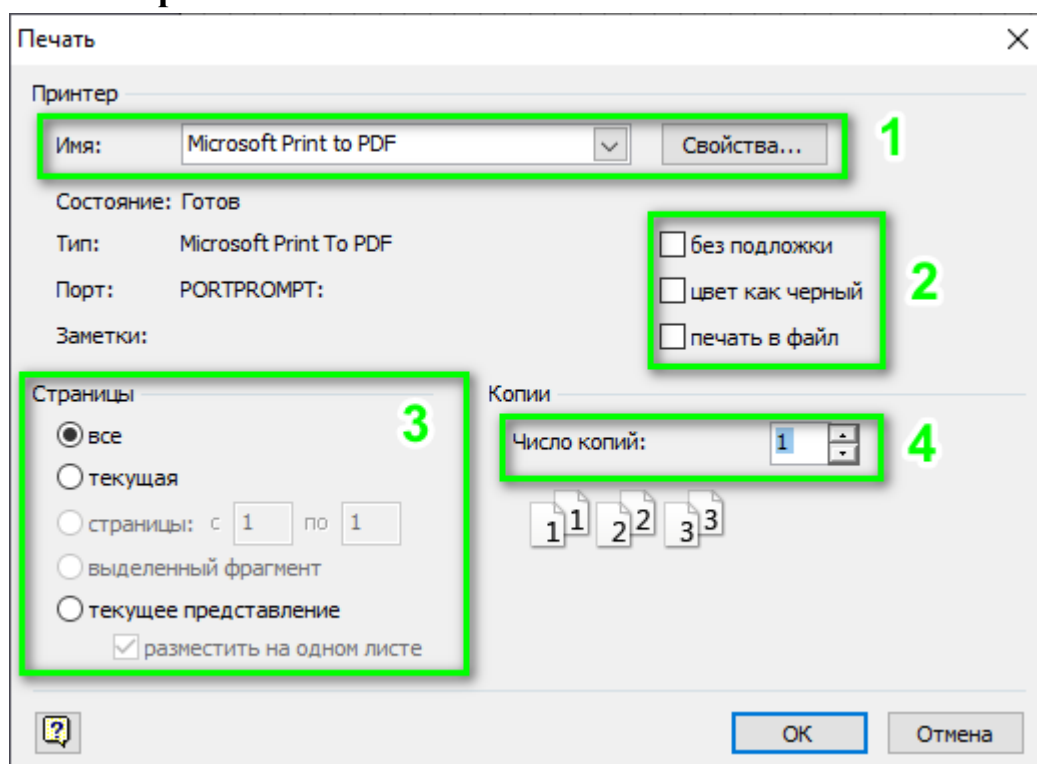

Рисунок 190 - Команда «Печать...» меню «Файл»
После использования команды будет открыто окно «Печать» (рис. 190)
Во-первых, он может выбрать принтер, который требуется использовать для печати. Это может быть один из подключенных к устройству принтеров (в том числе сетевых) или какой-либо программный принтер. Например, как это показано на изображении рис. 190 (1), PDF-принтер позволяющий сохранить схему в файл формата pdf (Visio 2007 этого не умеет). Здесь же пользователь
Во-вторых, пользователь может указать некоторые дополнительные свойства печати (рис. 190 - 2). Например, показывать или нет подложку (если она используется в документе), выводить ли файл строго в черно-белом формате и осуществлять ли вместо печати принтером бумажного экземпляра документа печать промежуточного файла, для последующего переноса и печати на другом устройстве.
В-третьих, пользователь может указать какие именно страницы из документа следует распечатать – все или какие-то конкретные (рис. 190 - 3).
Наконец, можно указать количество копий, которые требуется получить в ходе операции печати (рис. 190 - 4).